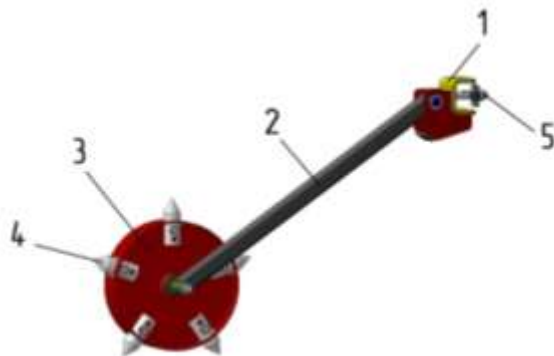

Рисунок 5 – Перфоратор
3.1.7 Перфоратор (рисунок 5) предназначен для пробивки отверстий в укрывном материале для посадки рассады.